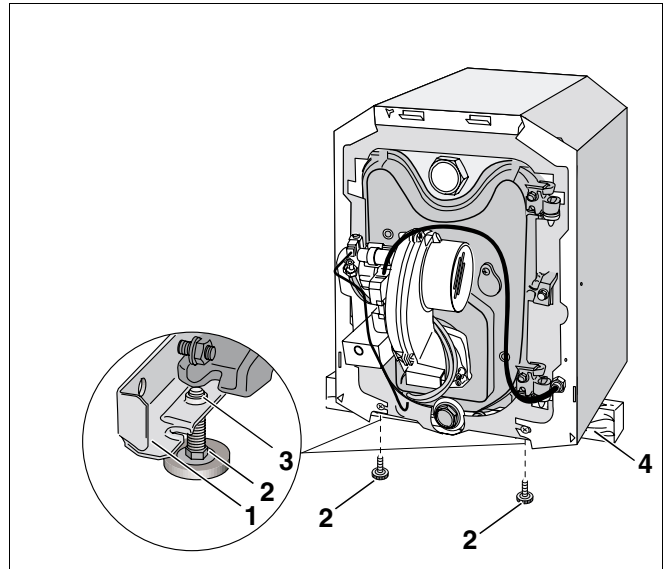

Fig. 13 Montering av fotskruene
Med fotskruene (fig. 13, **pos. 2**) kan eventuelle ujevnheter i fundamentet hhv. i oppstillingsflaten utjevnes, slik at kjelen står vannrett.
- Skyv en firkantstokk (fig. 13, **pos. 4**) under kjelen, slik at fotskruene (fig. 13, **pos. 2**) kan skrues inn.
- Skru fotskruene (fig. 13, **pos. 2**) 5–10 mm inn i gjengeboringene i vinkelskinnens fremre del (fig. 13, **pos. 1**).
Fremgangsmåten ved montasje av fotskruene til vinkelskinnens bakre del (fig. 13, **pos. 1**) er den samme som ved montasje av fotskruene (fig. 13, **pos. 2**) til vinkelskinnens fremre del (fig. 13, **pos. 1**).